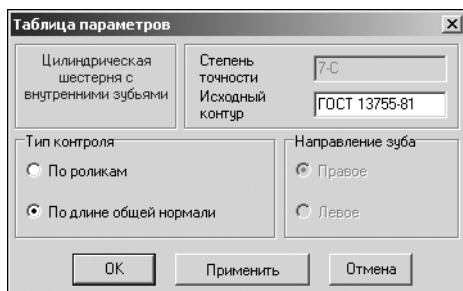

Рис. 5.22.
3. Щелчком мыши выберите в развернутом меню команду **Таблица параметров**. Откроется одноименное командное окно (рис. 5.22), где указаны тип шестерни (цилиндрическая шестерня с внутренними зубьями), степень точности, заданная при расчете, и вид исходного контура.